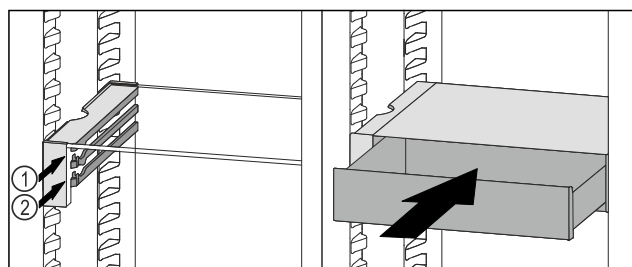

Fig. 204
- Placer le tiroir VarioSafe derrière les butées sur la nervure désirée Fig. 204 (1) ou Fig. 204 (2).